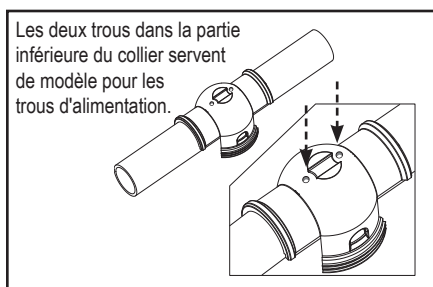

Figure 7. Marquer les trous dans le conduit avant le perçage
7. Inverser le collier du bas et placer sur le tuyau. Marquer les trous pour percer le tuyau (Voir Figure 7).